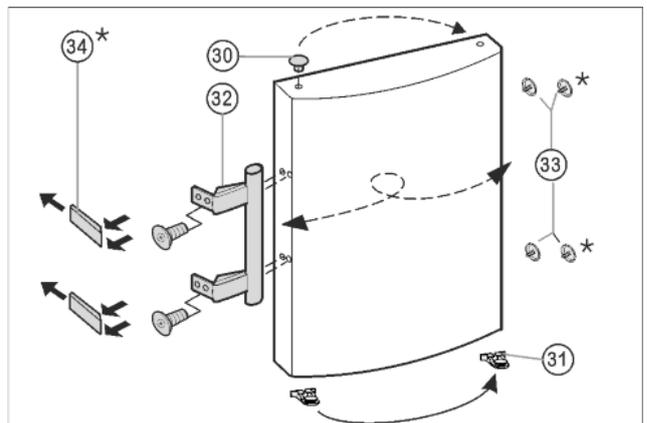

Fig. 9
- ▶ Enlever le bouchon *Fig. 9 (30)* du coussinet de la porte et le permuter de l'autre côté.
- ▶ Démontez la poignée de porte *Fig. 9 (32)*, les bouchons *Fig. 9 (33)* et les plaques d'appui\* *Fig. 9 (34)* et les permuter sur le côté opposé.